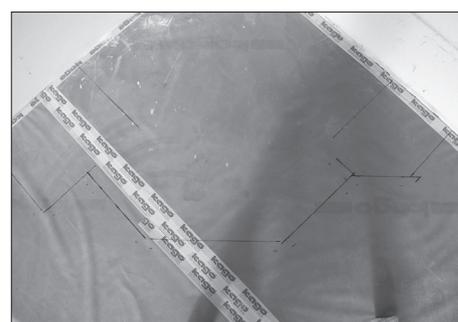

Bild 2-5
- Vergleichen Sie mit nebenstehendem Bild 2-5 und Bild 2-6, welches der abgebildeten Simsbeispiele für Ihren Kachelofen zutrifft.
- Legen Sie den Untersims bzw. die Bankplatte trocken so auf den Sockel, dass umlaufend ein gleichmäßiger Simsüberstand gegeben ist. (vgl. hierzu auch Bild 2-5 auf Seite 19).